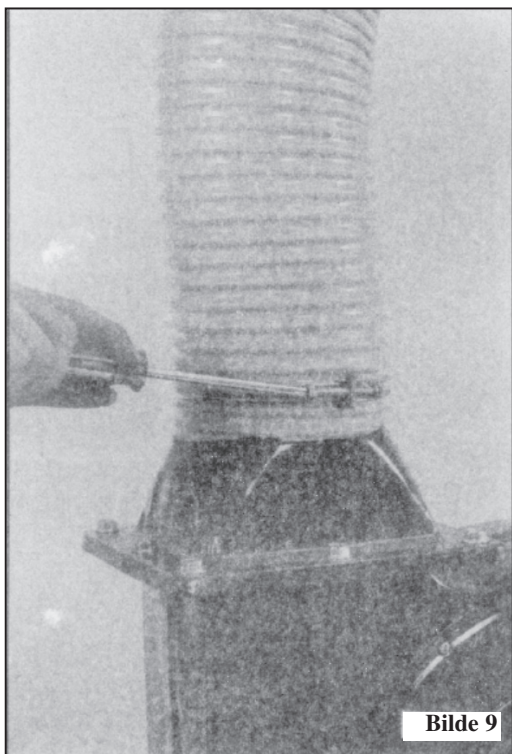

**Bilde 7**
Samtidig skal den øvre sekkholderen (B) settes fast på oppsamlerstativet som vist i bilde 7.